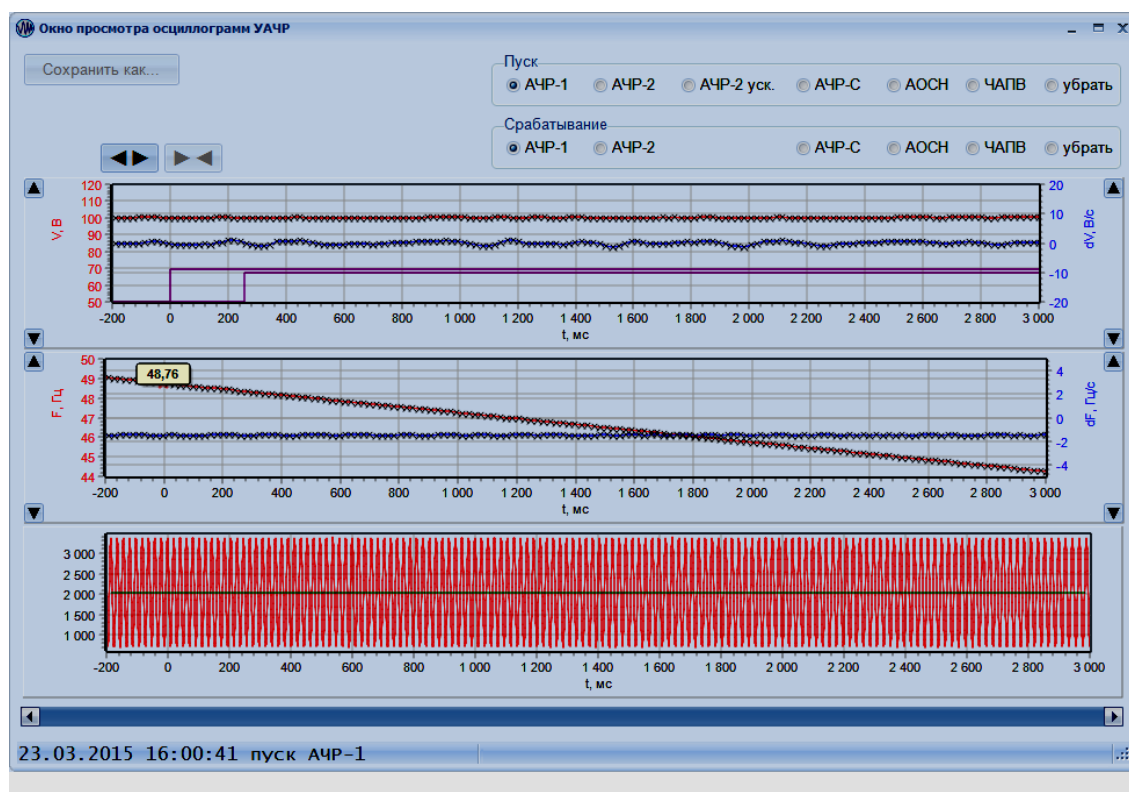

Рисунок 11 – Окно просмотра осциллограммы
5.3.8.2 Для просмотра записанной в УАЧР осциллограммы следует нажать на кнопку с названием нужной осциллограммы – она откроется в новом окне (рисунок 11).